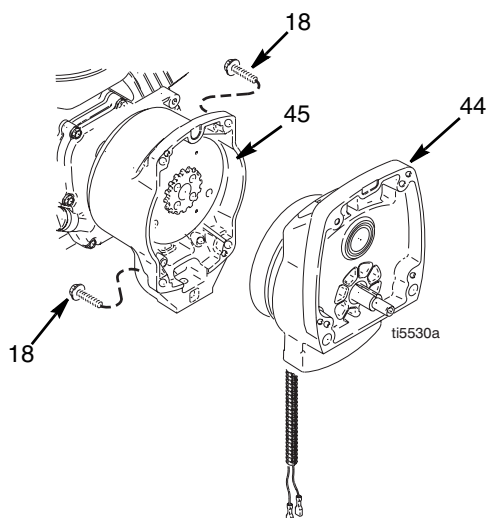
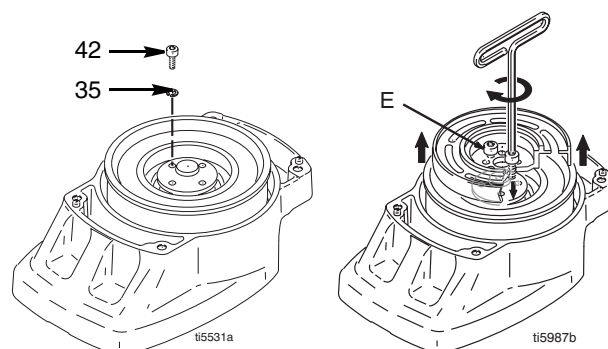

FIG. 4
FIG. 5
4. FIG. 4. Enlever les quatre vis (18) et la pignonnerie (44).
5. FIG. 5. Placer le pignon (44) sur un établi avec le rotor orienté vers le haut.
6. Enlever les quatre vis (42) et les rondelles (35). Introduire deux vis dans les trous taraudés (E) du rotor. Serrer alternativement les vis jusqu'à ce que le rotor sorte.
9. FIG. 5. Placer la pignonnerie sur un établi avec le rotor orienté vers le haut.
10. Enduire les vis de loctite. Mettre les quatre vis (42) et les rondelles (35). Serrer alternativement les vis à 14 N.m jusqu'à ce que le rotor soit bien serré. Utiliser les trous taraudés pour maintenir le rotor.
11. FIG. 4. Fixer la pignonnerie (44) avec quatre vis (18).